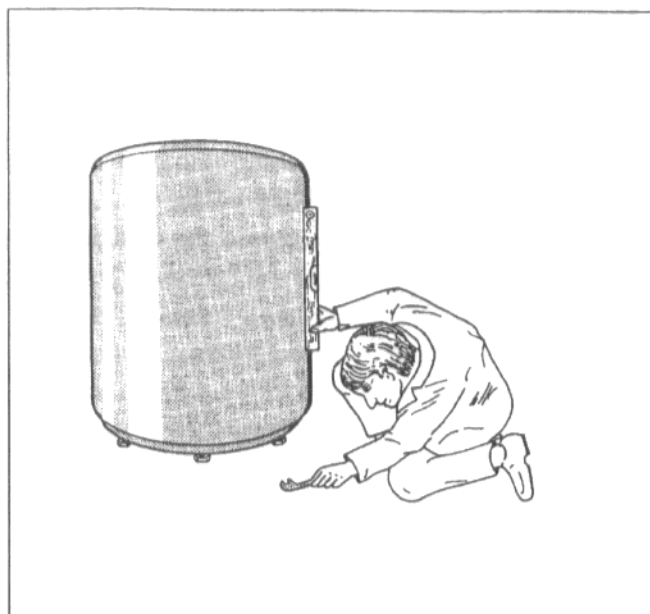

Fig. 3 - Illustrazione schematica
- Mettere in bolla l'accumulatore-produttore di acqua calda regolando gli appositi piedini a vite (Fig. 3).